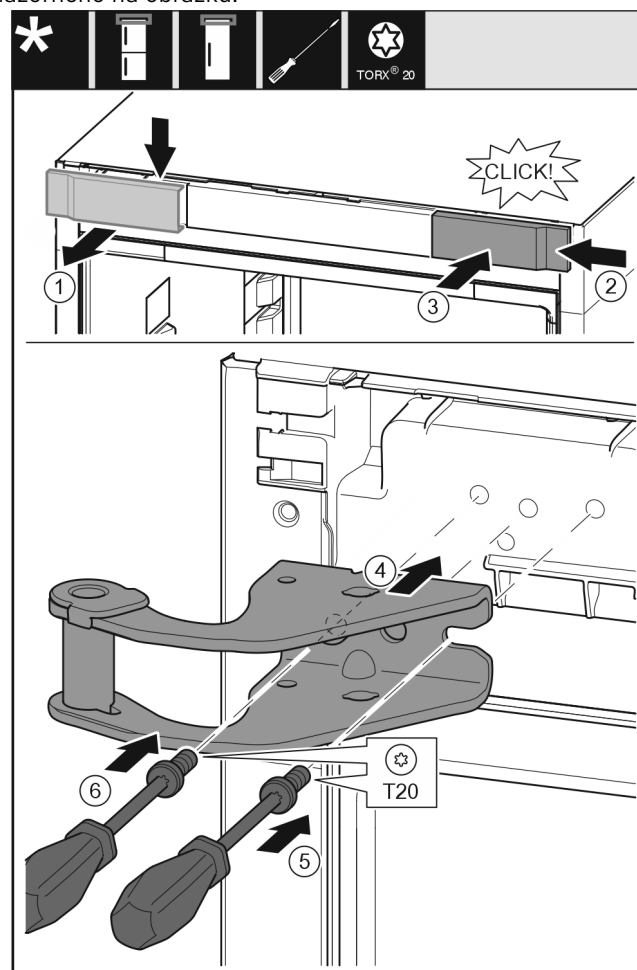

Fig. 31
- Odeberte kryt shora dopředu. Fig. 31 (1)
- Kryt otočený o 180° zavěste na druhé straně zprava. Fig. 31 (2)
- Zaklapněte kryt. Fig. 31 (3)
- Nasadte horní stojan ložiska. Fig. 31 (4)
- Šroubovákem T20 nasadte šroub a utáhněte. Fig. 31 (5)
- Šroubovákem T20 vložte šroub a utáhněte. Fig. 31 (6)